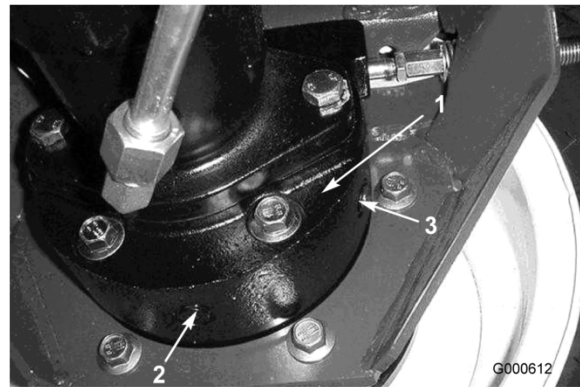

Bild 43
3. Stellen Sie ein weiteres Auffanggefäß unter das Bremsgehäuse an der anderen Seite des Rads (Bild 43).